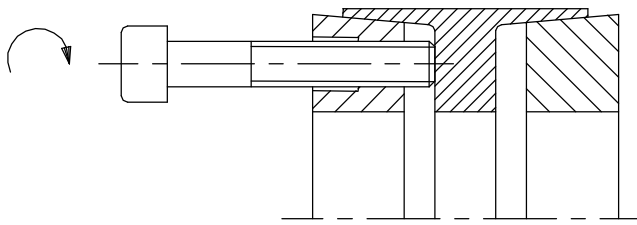

Bild 5: Demontage des vorderen Druckringes
- Spannschrauben in die Abdrückgewinde des vorderen Druckringes (Bauteil 1) einschrauben (siehe Bild 5).